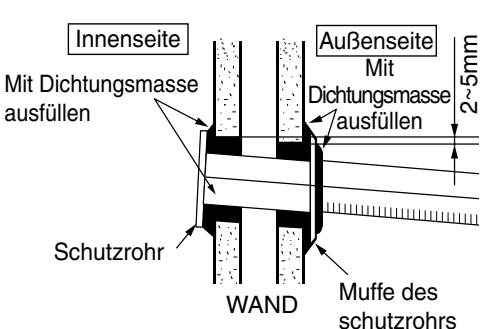

Abb. 4-1
- 4.2 Der Wanddurchbruch ist mit den mitgelieferten Blending für kältemittelleitungen und Füllmasse sauber zu schließen. Siehe Abb. 4-1 and 4-2.